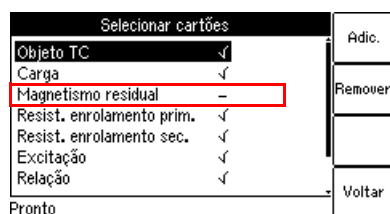

Figura 5-3: Página **Selecionar cartões**
2. Por questões de simplificação, não vamos realizar uma medição de magnetismo residual em nosso teste de TC no exemplo aqui descrito. Pressione a tecla **Selecionar cartões** no cartão **Objeto TC** para abrir a página **Selecionar cartões**. Verifique e, se necessário, faça a seleção de cartão de teste a seguir (consulte Figura 5-3):